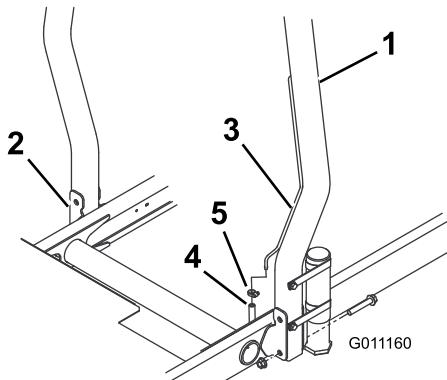

Bild 9
1. Senken Sie den Überrollbügel auf die Befestigungshalterungen der Zugmaschine ab und fluchten Sie die Befestigungslöcher aus. Achten Sie darauf, dass das Entlüftungsrohr am Überrollbügel an der linken Seite der Maschine ist (Bild 9).
Befestigungshalterungen (Bild 9). Ziehen Sie sie auf 81 Nm an.